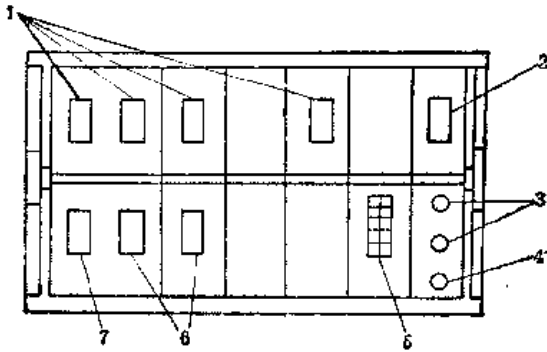

图19-1-16 HZ-8500轴运动监视仪后面板设置
- 仪器后面板各种设置示于图19-1-16。
(2) JX-1型加速度校准仪 是北京测振仪器厂的产品。当压电式加速度计经过一段时期的使用后,或者由于某种用途需要加长或改变电缆时,灵敏度都要发生变化。为了保证测量精度,往往需要对加速度计重新标定,有时还需要对整套测量系统进行标定。而JX-1型加速度校准仪就是一种小型、便携式校准仪器,它可以非常方便地完成上述任务。